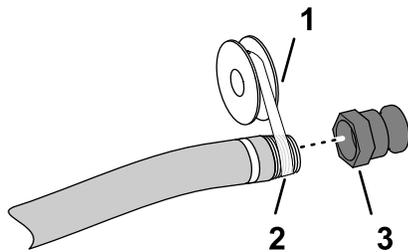

Figura 5
5. Aplique vedante de roscado PTFE (Figura 5) nos roscados do encaixe do tubo de enchimento (NPT, 1 pol.).
6. Enrosque o acoplamento de desligamento rápido no tudo de enchimento e aperte-o bem à mão (Figura 5).